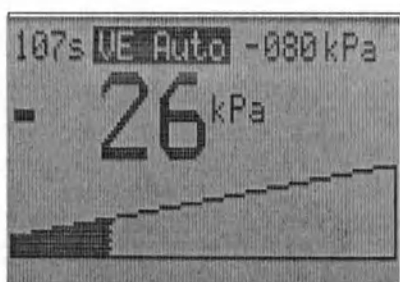

Рис. 25 Автоматическое снижение вакуума в режиме VE Auto
- После осуществления экстракции или в любой другой промежуток времени в режиме VE (VE Auto и VE Semi) нажатие и удерживание кнопки END (рис.24) приводит к вентиляции отсасывающей чаши (рис.25 и 26) в течение заранее установленного промежутка времени (по умолчанию 20 сек). Время продувки может быть изменено в сервисном меню 1 (см. главу 5.3 «Регулирования», с.28)